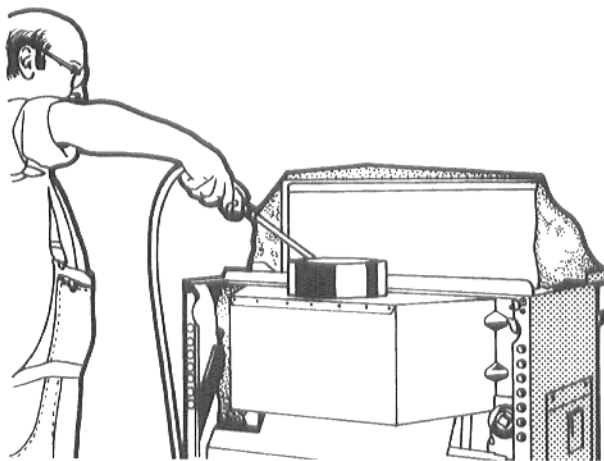

Fig. 33
- Pulvériser régulièrement par le haut le produit de nettoyage dans les carreaux collecteurs de fumées (fig. 33).